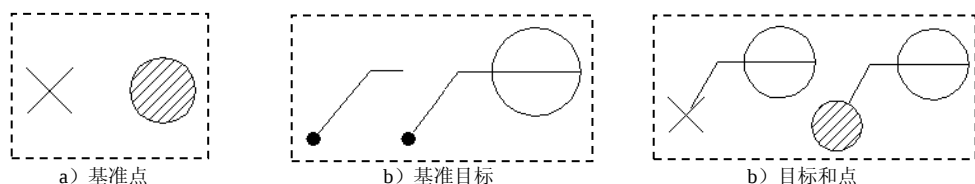

图 8.11.5 放置选项
- **目标和点** 下拉列表: 用于设置控制符号的放置和显示, 主要包括 **基准点**、**基准目标** 和 **目标和点** 三种, 如图 8.11.5 所示。